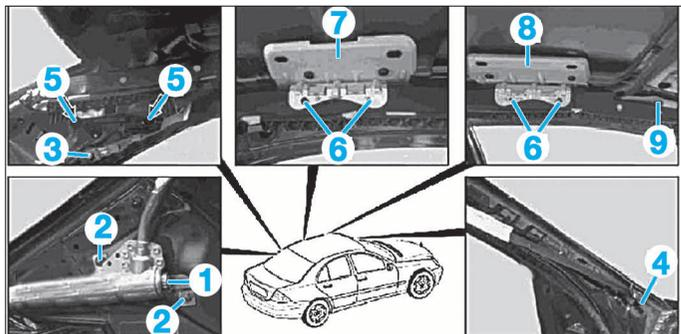

FIG. 5
- Déconnecter le connecteur (1) (Fig.5).
- l'écrou (2).
- les vis (3) et (4).
- Dégrafer les clips (5).
- Déposer les vis (6).
- Décrocher l'airbag des supports (7) et (8).
- Déposer l'agrafe (9) et l'airbag rideau.